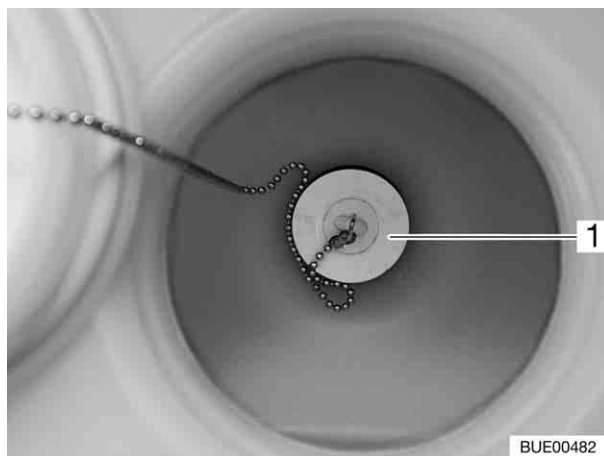

Fig. 95 Serbatoio dell'acqua, tappo di chiusura
- Chiudere l'apertura di scarico nel serbatoio dell'acqua con il tappo di chiusura (Fig. 95,1) in dotazione.